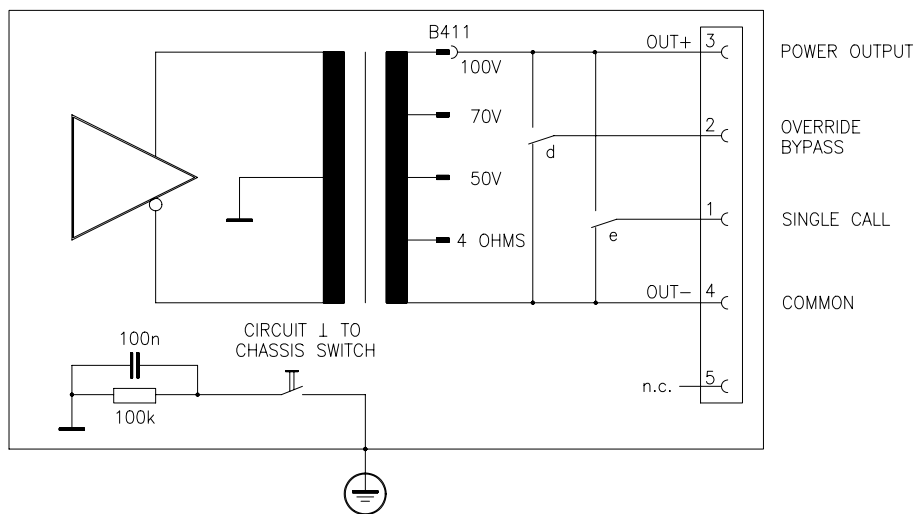

Bild 3 Anschluß des Leistungsausgangs
Wenn die Entfernung zwischen Verstärker und Lautsprecher mehr als 50 m beträgt, wird empfohlen, Lautsprecher mit 100V-Anpassungsübertragern zu verwenden, um die Leitungsverluste zu verringern. Hierdurch ist auch eine einfache Verteilung der Ausgangsleistung möglich. Es können dann max. so viele Lautsprecher angeschlossen werden, bis die Gesamtleistungsaufnahme des Lautsprechernetzes dem Leistungswert des Verstärkers von 200W (Anschlußimpedanz 50 Ohm) bei DPA 4120 bzw. 400W (Anschlußimpedanz 25 Ohm) bei DPA 4140 entspricht. Der Anschluß erfolgt am 100V Ausgang (17) (siehe Bild 3). In besonderen Fällen können die Lautsprecher auch mit 70V oder 50V Ausgangsspannung betrieben werden (siehe Abschnitt 7).
In Verbindung mit dem PROMATRIX Manager DPM 4000 oder anderer externer Steuerungen können Einzelruf- oder Sammelrufübertragungen auch mit Pflichtempfang, d.h. Überbrückung evtl. vorhandener Lautstärkesteller bei den Lautsprechern, durchgeführt werden. Für den Anschluß der Ausgänge siehe Bild 3, für den Anschluß der Relais siehe Abschnitt 5.6 bzw. PROMATRIX Handbuch.
Bei Umschaltung des Ausgangs auf 4 Ohm können niederohmige Lautsprecher (4-16 Ohm) angeschlossen werden (siehe Abschnitt 7 und Bild 3). Wegen der Leitungsverluste soll die Entfernung zwischen Verstärker und Lautsprecher jedoch nicht mehr als etwa 50m betragen. Es ist darauf zu achten, daß die gesamte Lautsprecher-Impedanz von 4 Ohm nicht unterschritten wird und die für den einzelnen Lautsprecher angegebene Leistung nicht überschritten wird.